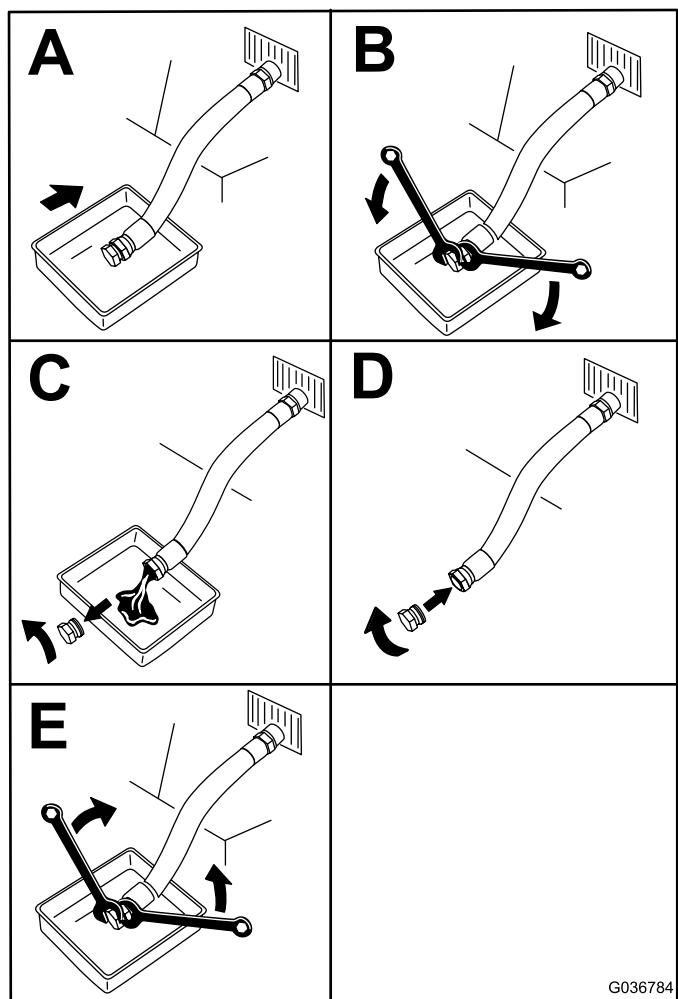

Figure 33
4. Vidangez l'huile moteur comme montré à la Figure 33.